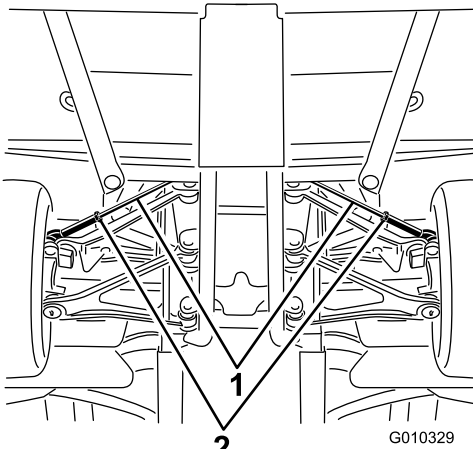

Bild 57
- A. Lösen Sie die Klemmmutter in der Mitte der Zugstange (Bild 57).